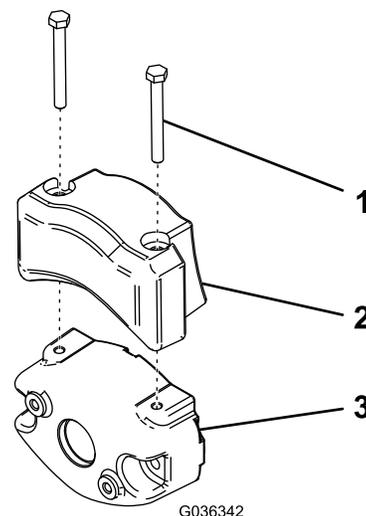

**Figura 47**
**Importante:** Sempre que precisar de inclinar a unidade de corte, coloque um apoio por baixo da traseira da unidade de corte para assegurar que as porcas da barra de apoio não fiquem apoiadas sobre a superfície de trabalho (Figura 47).